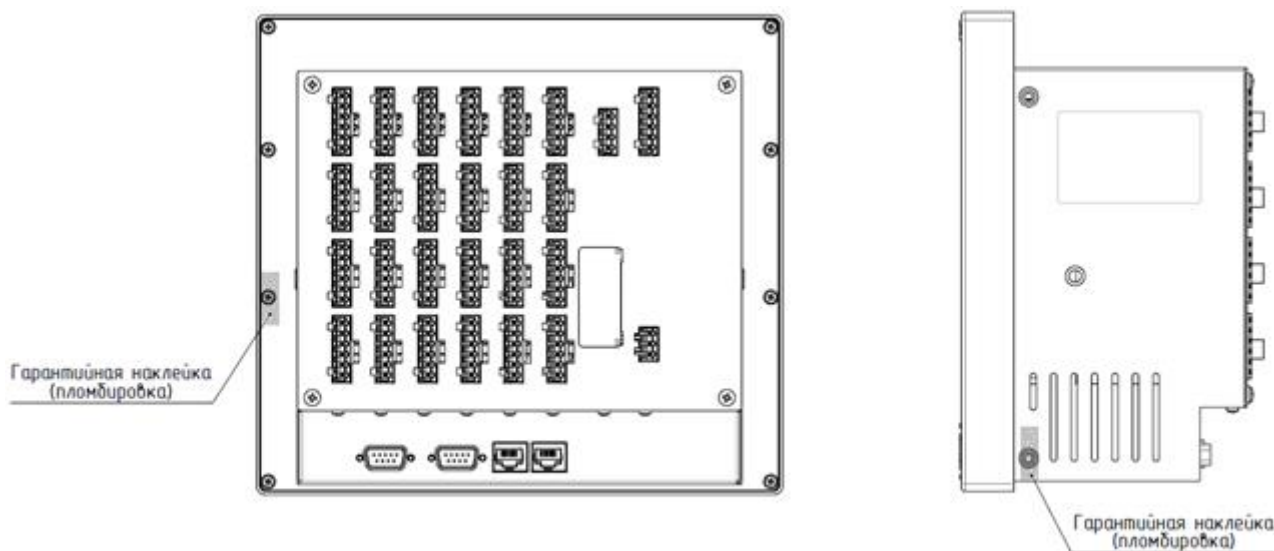

Рис. 1.5 – Пример нанесение пломб на прибор
1.5.5 Регистратор опломбирован на предприятии-изготовителе. Пример пломбирования показан на рис. 1.5.